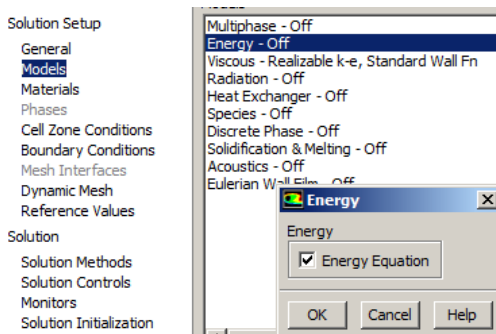

Рис. 31 – Включение в расчет уравнения сохранения энергии
**Шаг 2.** Сначала во вкладке *Models* (модели) необходимо включить в расчет уравнение сохранения энергии. Это позволит моделировать процессы теплопереноса. Включения уравнения происходит постановкой галочки в появившемся окне (рис. 31). Для подтверждения требуется нажать кнопку *OK*.